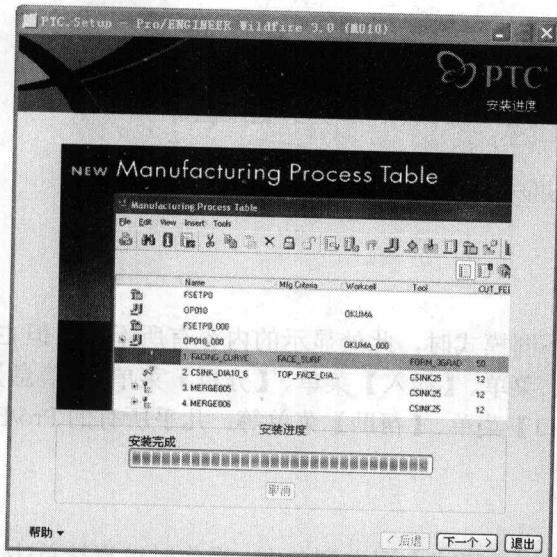

图 1-14 安装完成
(11) Pro/ENGINEER Wildfire 3.0 安装完成，如图 1-14 所示，单击【下一个】按钮。